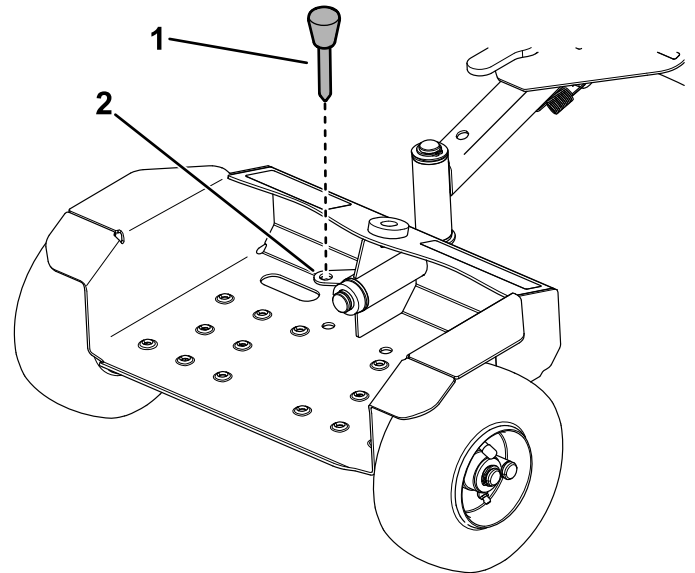

Bild 5
3. Bewahren Sie den Transportstift in der Stiftplatte auf, wie in Bild 5 dargestellt.
6. Um den Sulky zu senken, schieben Sie den Sulky nach vorne, ziehen Sie die Verriegelung zurück und verwenden Sie den Griff, um den Sulky abzusenken. Entfernen Sie den Transportstift und bewahren Sie ihn in der Stiftplatte auf (Bild 5).